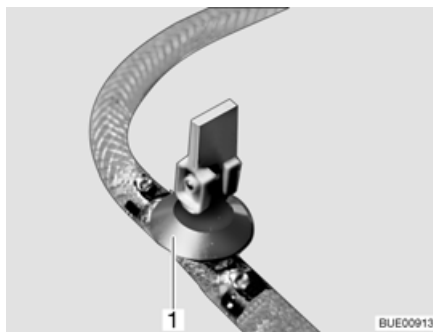

Fig. 194 Rubinetto di scarico (con leva a bilanciere)
- Aprire tutti i rubinetti di scarico. A tale scopo, posizionare la leva a bilanciere del rubinetto di scarico (Fig. 194,1) in verticale.